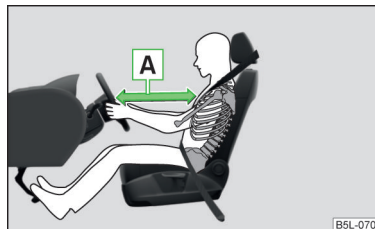

Fig. 9
- Atât pentru șofer cât și pentru pasagerul față este important să păstreze o distanță de aproximativ 25 cm față de volan, respectiv de planșa de bord » fig. 9 - A. Dacă nu se respectă această distanță, sistemul airbag nu își poate exercita eficiența maximă – pericol de moarte! Pe lângă acestea, scaunele din față și tetierele trebuie să fie întotdeauna reglate în funcție de mărimea corpului.